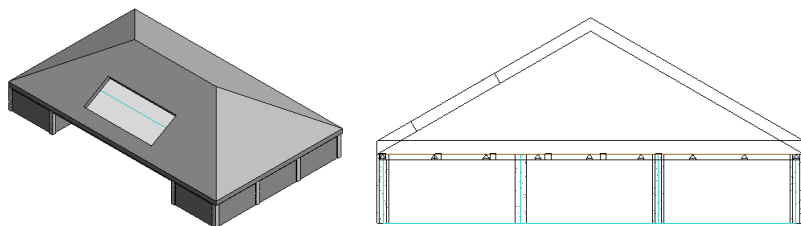

图 12-36 面洞口
(4) 单击“模式”面板中的“完成编辑模式”按钮，完成面洞口的绘制，如图 12-36 所示。